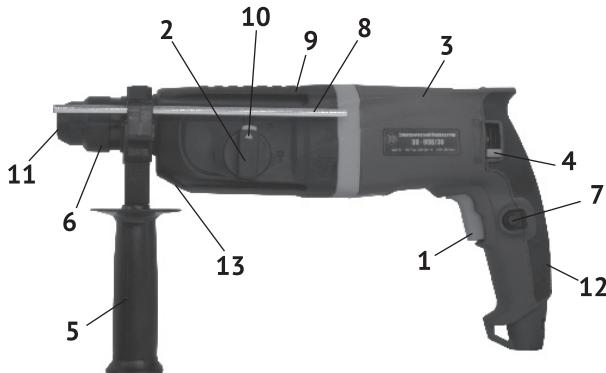

рис. 1
1.6 Общий вид перфоратора представлен на рис.1
1.7 Перфоратор состоит из горизонтально расположенного коллекторного двигателя в пластиковом корпусе (рис.1 поз.3), выполненном заодно с рукояткой. В крышке корпуса (рис.1 поз.12) расположен щёткодержатель в сбое. Рычагом переключателя реверса (рис.1 поз.4), меняя расположение щёток, направление вращение якоря меняется на противоположное. К корпусу двигателя крепится корпус редуктора, в котором расположен механизм, передающий вращательное и возвратно-поступательное движение на рабочий инструмент. Крутящий момент с якоря электродвигателя через шестерни, передаётся на ствол с патроном SDS – plus (рис.1 поз.6), расположенный соосно с двигателем. Тип ударного механизма перфоратора – электропневматический. Эксцентриковый подшипник преобразует вращательное движение якоря в возвратно-поступательное движение поршня. С поршня ударник передаёт энергию удара на ствол с патроном SDS – plus. На корпусе редуктора слева расположен переключатель режимов (рис.1 поз.2) с фиксатором (рис.1 поз.10) в трёх режимах: «сверление» / «сверление с ударом» / «удар».
В зависимости от вида выполняемой работы, в патрон SDS – plus вставляется необходимая насадка (пика, долото, сверло) с соответствующим хвостовиком, или переходник SDS-plus/сверлильный патрон для установки сверлильного патрона, если необходимо работать в режиме «сверление». Дополнительная рукоятка (рис.1 поз.5) хомутом крепится на корпусе редуктора (рис.1 поз.9). Фиксируется рукоятка, закручиванием по часовой стрелке, в любом положении (от 0° до 360°), что удобно пользователю, как «правше», так и «левше».
В отверстие левой части суппорта рукоятки вставляется, при необходимости, стержень-ограничитель глубины сверления. Он фиксируется в выбранном положении клавишей (рис.1 поз.13).
1.8 Клавиша выключателя (рис.1 поз.1) расположена в передней части рукоятки. Включение/отключение инструмента осуществляется нажатием на клавишу выключателя. Силой, приложенной к клавише, регулируется число оборотов и частота ударов перфоратора. Нажатием кнопки (рис.1 поз.7), клавиша фиксируется в рабочем положении с максимальным числом оборотов (максимальной частотой ударов). При повторном нажатии на клавишу, она и кнопка фиксации (со щелчком), возвращаются в исходное положение – выключено.
При замене рабочих насадок следите за тем, чтобы колпачок (рис.1 поз.11), защищающий патрон от попадания пыли, не был повреждён.
- нажатием на клавишу (рис.1 поз.13) освободить отверстие в суппорте рукоятки;
- удерживая клавишу, вставить стержень фиксации глубины сверления (рис.1 поз.8) в отверстие;
- фиксация клавиши в рабочем положении осуществляется нажатием на кнопку (рис.1 поз.7);
Нажав кнопку (рис.1 поз.10) в верхней части рукоятки (рис.1 поз.2), начните поворот к режиму с условным знаком, приведённым ниже. Отпустите кнопку фиксатора. При достижении выбранного положения, рукоятка зафиксируется, а кнопка фиксации (со щелчком) вернётся в исходное положение.
- при работе в режиме сверление без удара, переключатель (рис.1 поз.2) установить в положении «сверло». При этом режиме перфоратор может работать с патроном SDS – plus, но, как правило, устанавливается ключевой патрон;
- при работе в режиме сверление с ударом, переключатель (рис.1 поз.2) в положении «сверло с молотком»;
- при работе в режиме долбление, переключатель (рис.1 поз.2) в положении «молоток».
В верхней части крышки двигателя (с обеих сторон) расположен рычаг переключения реверса (рис.1 поз.4). На крышке стрелками указано направление вращения. Реверс используется при заклинивании рабочего инструмента и при вывинчивании винтов или шурупов.
3.2 Для замены щёток необходимо открутить и снять крышку двигателя (рис.1 поз.12). Щётки следует заменять парой для обеспечения равной степени их давления на коллектор якоря.